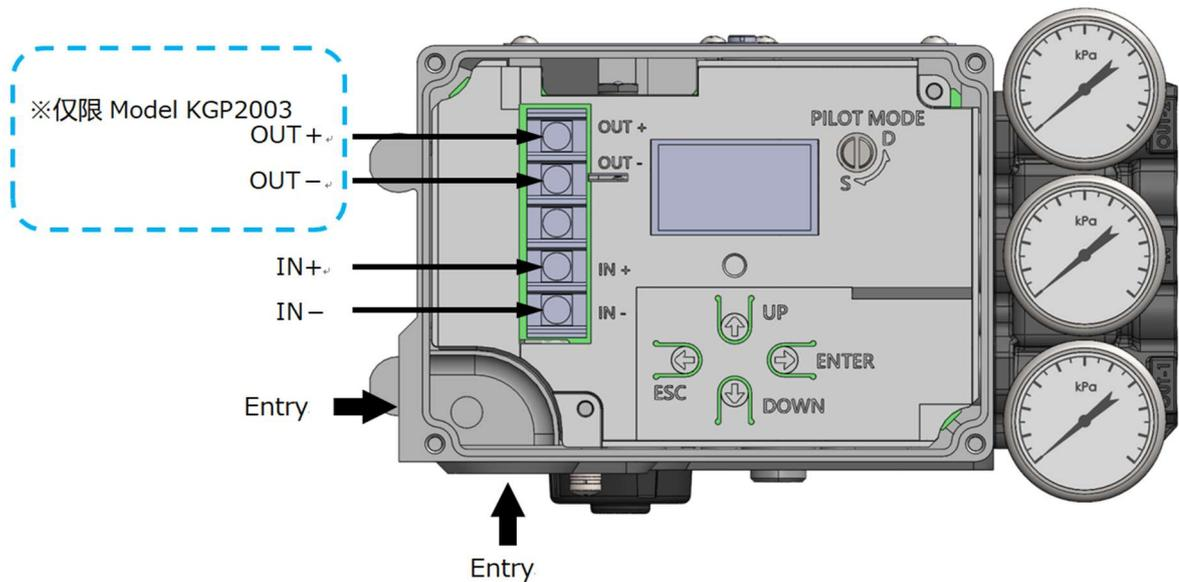

图 2.6a 接线口和接线端子
5. 如图 2.6a, b 所示，本机器内部和外部有连接端子部。请按照安装环境和适用的法令进行布线。